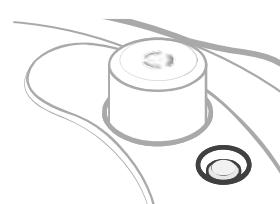

Figura 4.3
- La valvola galleggiante si abbasserà per indicare che la pressione è stata completamente rilasciata. **[Figura 4.3]**